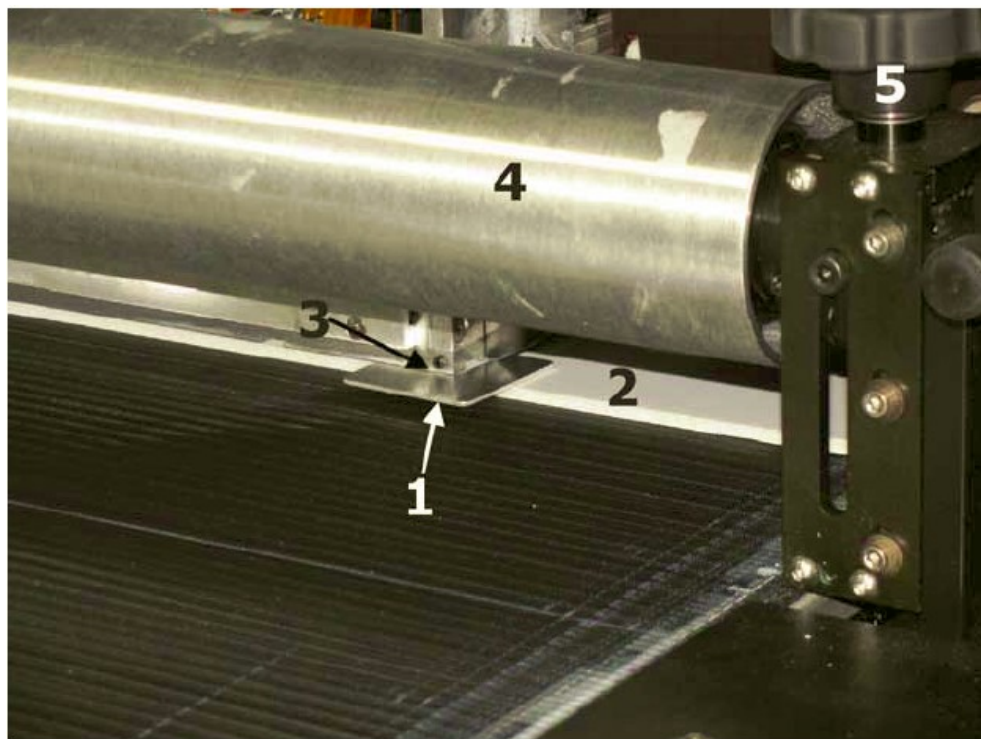

Рисунок 4-14: Проверка высоты каретки
8. Откройте переднюю УФ защитную дверь и поместите щуп 0,060" (1.52 мм), между материалом и нижней частью печатной каретки. Щуп должен, при перемещении (+/- 1,5 см вправо - лево), оказывать легкое сопротивление, Рисунок 4-14.